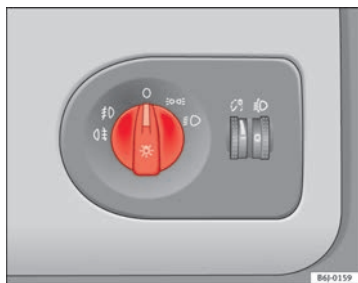

Abb. 54 Ausschnitt aus der Instrumententafel: Schalter für Licht, Nebelscheinwerfer und Nebelschlussleuchte
- Drehen Sie den Lichtschalter → Abb. 54 in Stellung ☀.